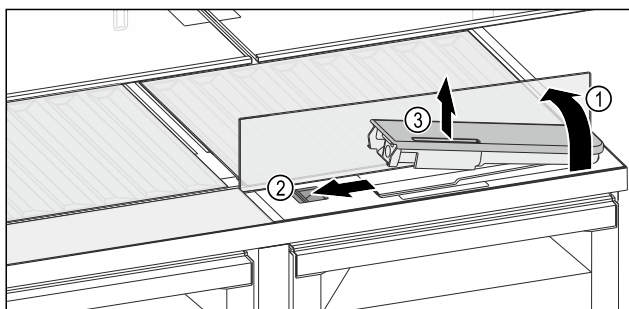

Fig. 131
- Soulever la tablette et la rabattre vers l'arrière jusqu'à la butée Fig. 131 (1).
- Pousser le curseur Fig. 131 (2) vers la gauche.
- Sortir le filtre à eau Fig. 131 (3).